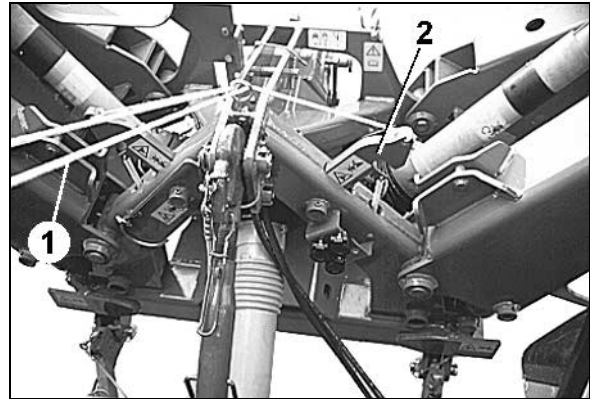

Fig. 39
2. Entriegelungsseile (Fig. 39/1), die an den Verriegelungsklinken (Fig. 39/2) befestigt sind in die Traktorkabine führen und Ausleger von der Traktorkabine aus entriegeln.